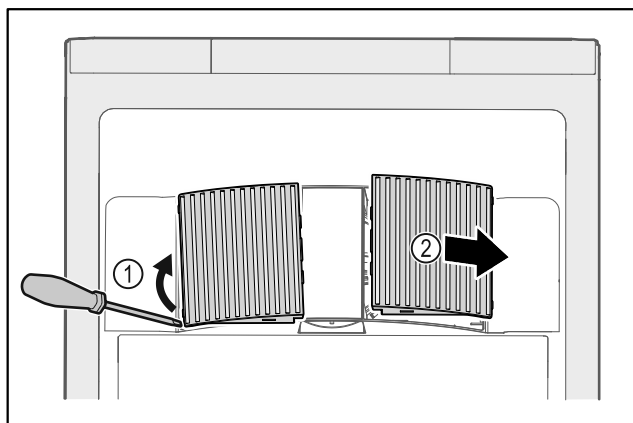

Fig. 171
- ▶ Bänd försiktigt loss fläktkåporna på sidan Fig. 171 (1) och ta av dem framåt Fig. 171 (2).